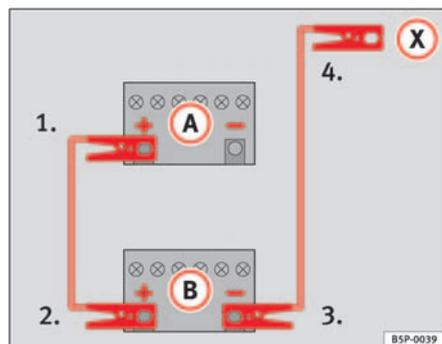

Fig. 198 Schéma de branchement des câbles de démarrage
Sur la ⇒ fig. 198, la batterie déchargée est repérée par la lettre **A** et la batterie fournissant le courant par la lettre **B**.
1. Raccordez une extrémité du câble de démarrage ⇒ fig. 198 rouge à la borne positive (+) du véhicule dont la batterie est déchargée ⇒ ⚠.
4. Sur le véhicule dont la batterie est déchargée, raccordez l'autre extrémité du câble de démarrage noir (X) à une pièce métallique massive fermement vissée sur le bloc-moteur ou au bloc-moteur lui-même, mais pas à proximité de la batterie ⇒ ⚠.